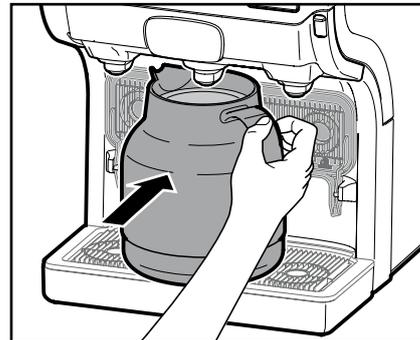

Fig. 12
- Coloque o seu bule sobre a bandeja colectora de pingos. (Fig. 12)